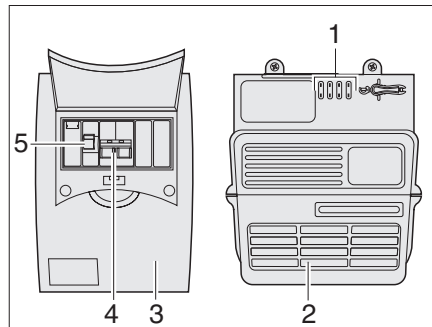

Fig. 94 Fuente de alimentación y fusible automático
La caja de fusibles de 230 V (Fig. 94,3) está montada al lado de la fuente de alimentación (Fig. 94,2).
En la caja de fusibles (Fig. 94) están integrados el fusible principal (Fig. 94,4) y un interruptor de corriente de defecto (Fig. 94,5).
El interruptor de corriente de defecto (Fig. 94,5) mide el flujo de corriente de la línea de salida y la línea de retorno. Si entre las dos líneas existe equilibrio, el interruptor de corriente de defecto no se activa. Si hay una diferencia entre las líneas, el interruptor corta el flujo de corriente inmediatamente. De esta manera se evitan accidentes eléctricos peligrosos.
- Empujar el interruptor principal (Fig. 94,4) hacia arriba en posición "ON".
- Empujar el interruptor de corriente de defecto (Fig. 94,5) hacia arriba en posición "ON".